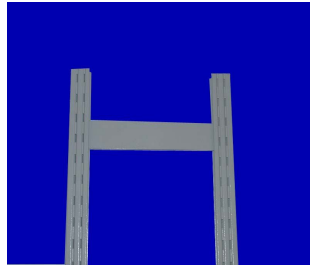

РИС.2
- аналогичным образом вставьте стяжку во вторую стойку параллельно первой (см. рис.2);
- продвиньте ее по пазам на расстояние 100-150 мм от краев стоек (см. рис.2);